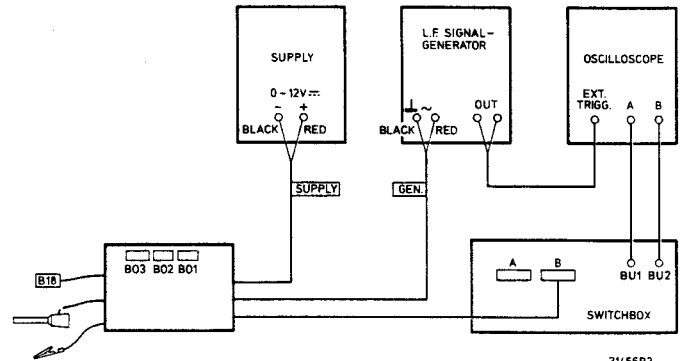

Fig. 6
- Tongenerator, Oszilloskop und Stromversorgung anschliessen (siehe Bild 6).